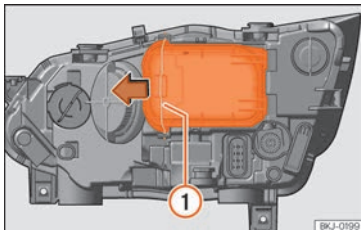

Fig. 55 No compartimento do motor: retirar a tampa.
- Desloque o tirante »» Fig. 55 ① no sentido da seta e retire a tampa.